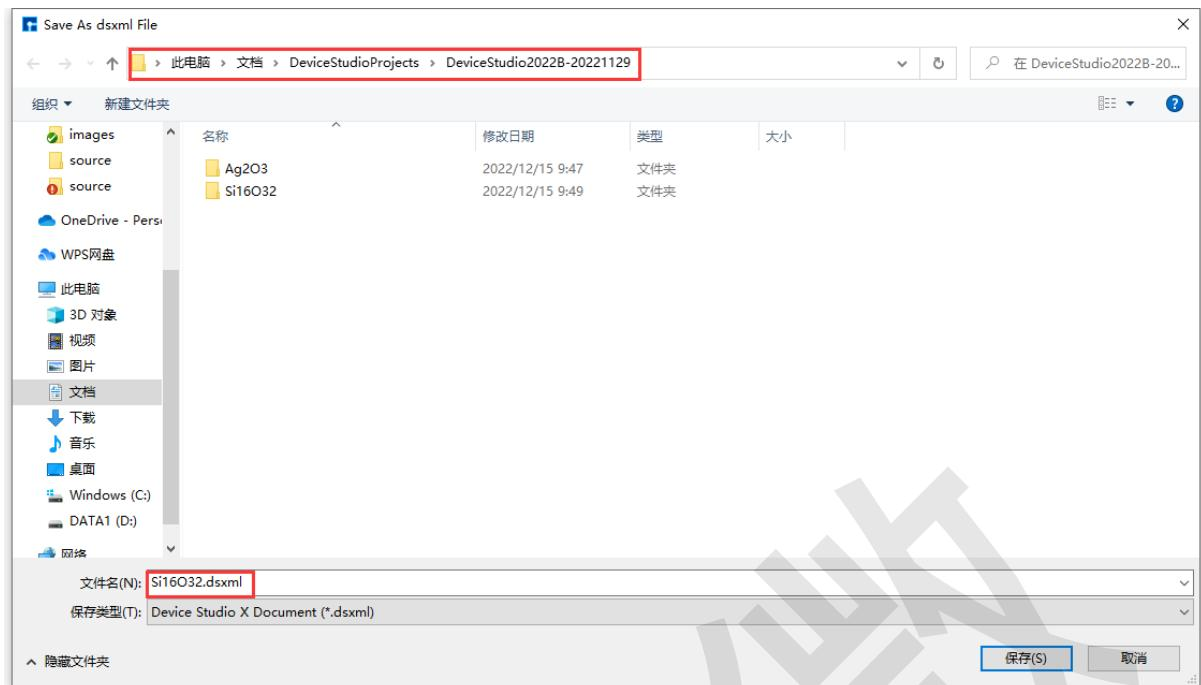

图 7.4: 保存结构文件 (.dsxml) 界面
- *Save*：默认置灰，不允许进行操作，当用户对原子结构进行编辑后，自动高亮，允许操作，点击后，保存用户对原子结构编辑后的参数，点击后，调用 *Save As* 的弹出保存结构文件 (.dsxml) 界面如 图 7.4。
- *Save As*：点击后，弹出保存结构文件 (.dsxml) 界面，用户可根据需要给结构文件命名，并选择存储位置，如 图 7.4 所示。